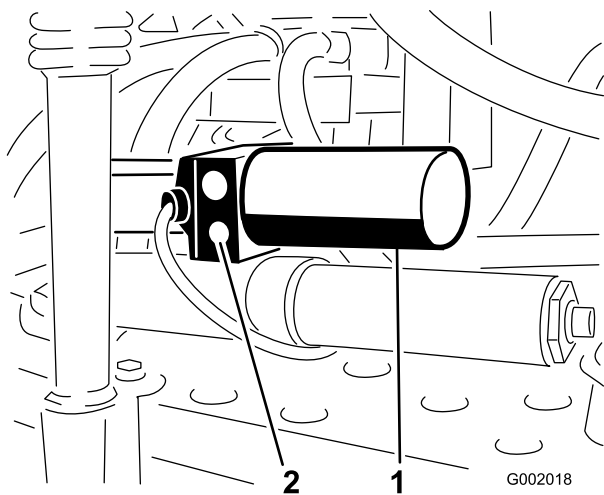

Bild 53
1. Ermitteln Sie das manuelle Überdruckventil am Aktuator jedes Auslegers. Das manuelle Überdruckventil ist das kleinste Ventil. Es befindet sich nur an einer Seite des Aktuators (Bild 53).